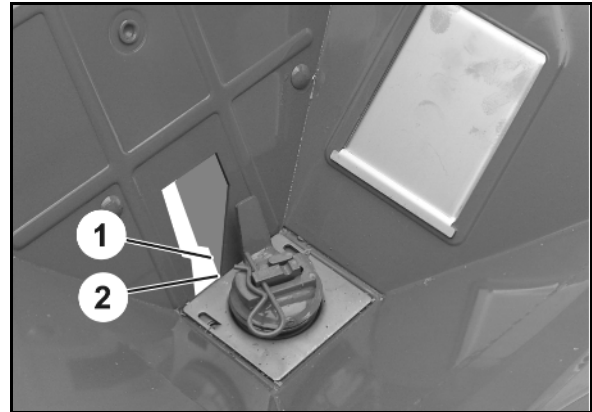

Рис. 103
- о кромка заслонки совпадает с установочным шаблоном (опция Рис. 103/1).
2. Вложите шаблон (Рис. 103/1).